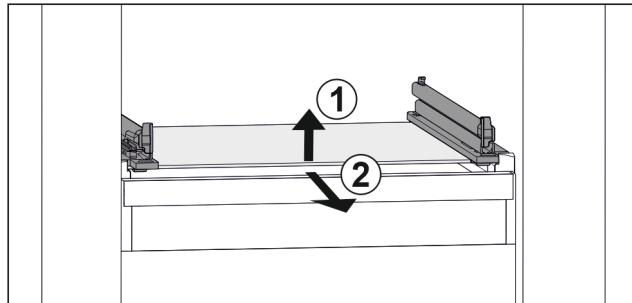

Fig. 42 Príklad zobrazenia sklenenej dosky
- Nadvihnite sklenenú dosku vpred. Fig. 42 (1)
- Odoberte sklenenú dosku dopredu. Fig. 42 (2)